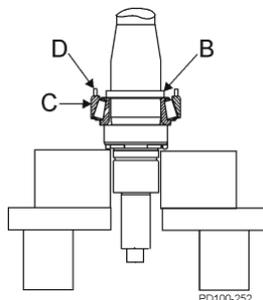

Ilustración 50. Espaciador interno y externo y la copa inferior
4. Coloque el separador interno (Ilustración 50, elemento B) sobre el eje, el cono inferior y el montaje del rodamiento.